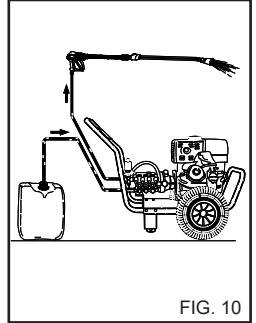

FIG. 10
4) Après l'emploi avec du détergent, rincer le circuit d'aspiration; enfilier le tuyau d'aspiration (fig. 10) du détergent dans un bidon d'eau propre et faire fonctionner la pompe pendant 1 minute avec le robinet de dosage complètement ouvert et la lance en phase de sortie du détergent.